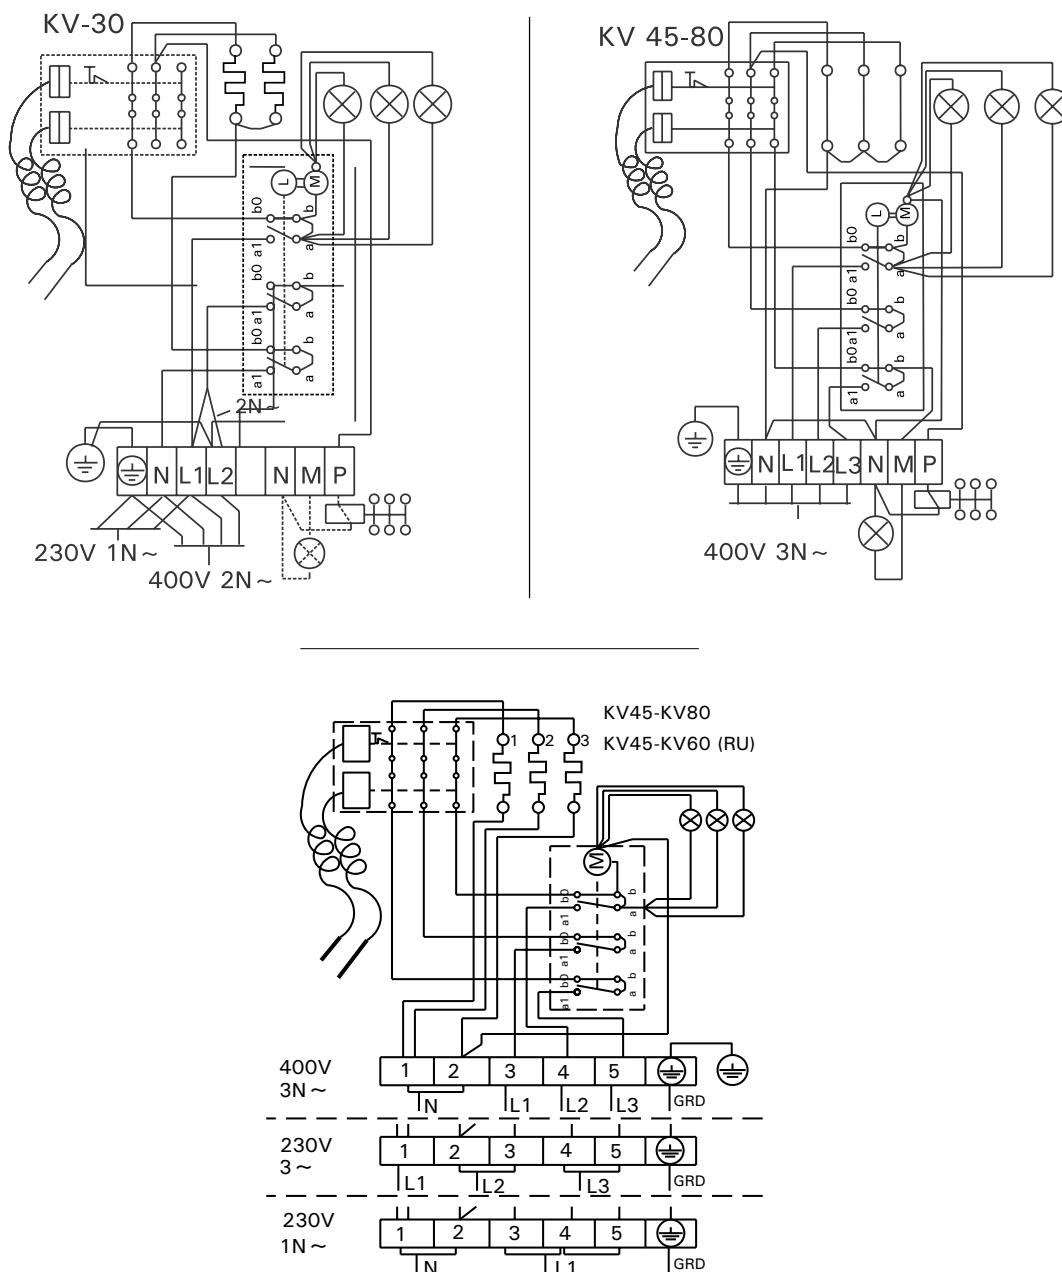

Figure 10. Connexion électrique du poêle KV30–80
- a) voyant à l'extérieur du sauna (voir les fig.10).
- b) commande du chauffage électrique depuis le poêle (voir figures 10)